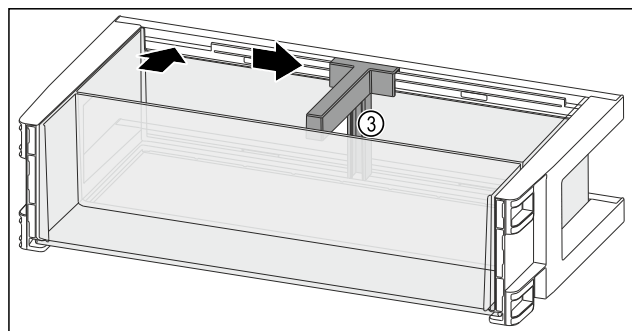

Fig. 99
- ▶ Vstavite držalo za steklenice Fig. 99 (3) v odprtino.
- ▶ Držalo za steklenice Fig. 99 (3) potisnite na stran do železnega položaja.